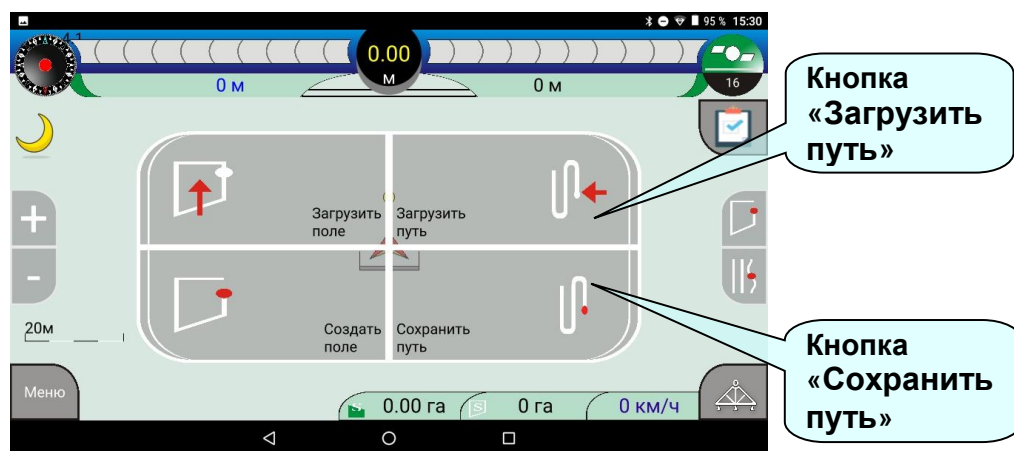

Рисунок 9.1
- нажать кнопку **5** «**Сохранить путь**» (рисунок 9.1);
- нажать кнопку **7** «**Загрузить путь**» (рисунок 9.1);